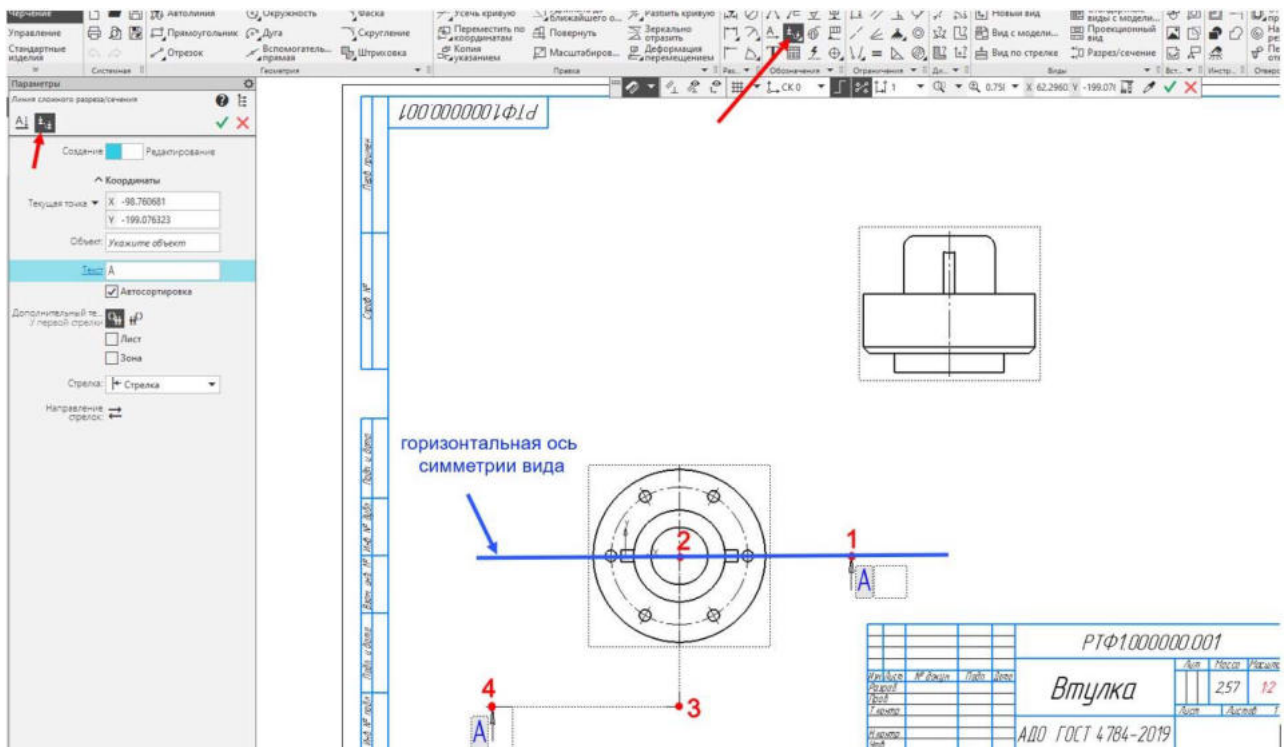

Рисунок 3.21
В панели **Обозначения** выберем инструмент **Линия разреза/сечения** в панели редактирования выберем **Линия сложного разреза**. Укажем начальную точку (1) вне контура изображения и конечную точку (в центре) (2) первой секущей плоскости, которая проходит через осевую линию детали. Далее начальную точку (3) вне контура и конечную точку (4) второй секущей плоскости за контуром изображения. При необходимости можно поменять направление взгляда **Направление стрелок:** (рисунок 3.21). **Принять.**